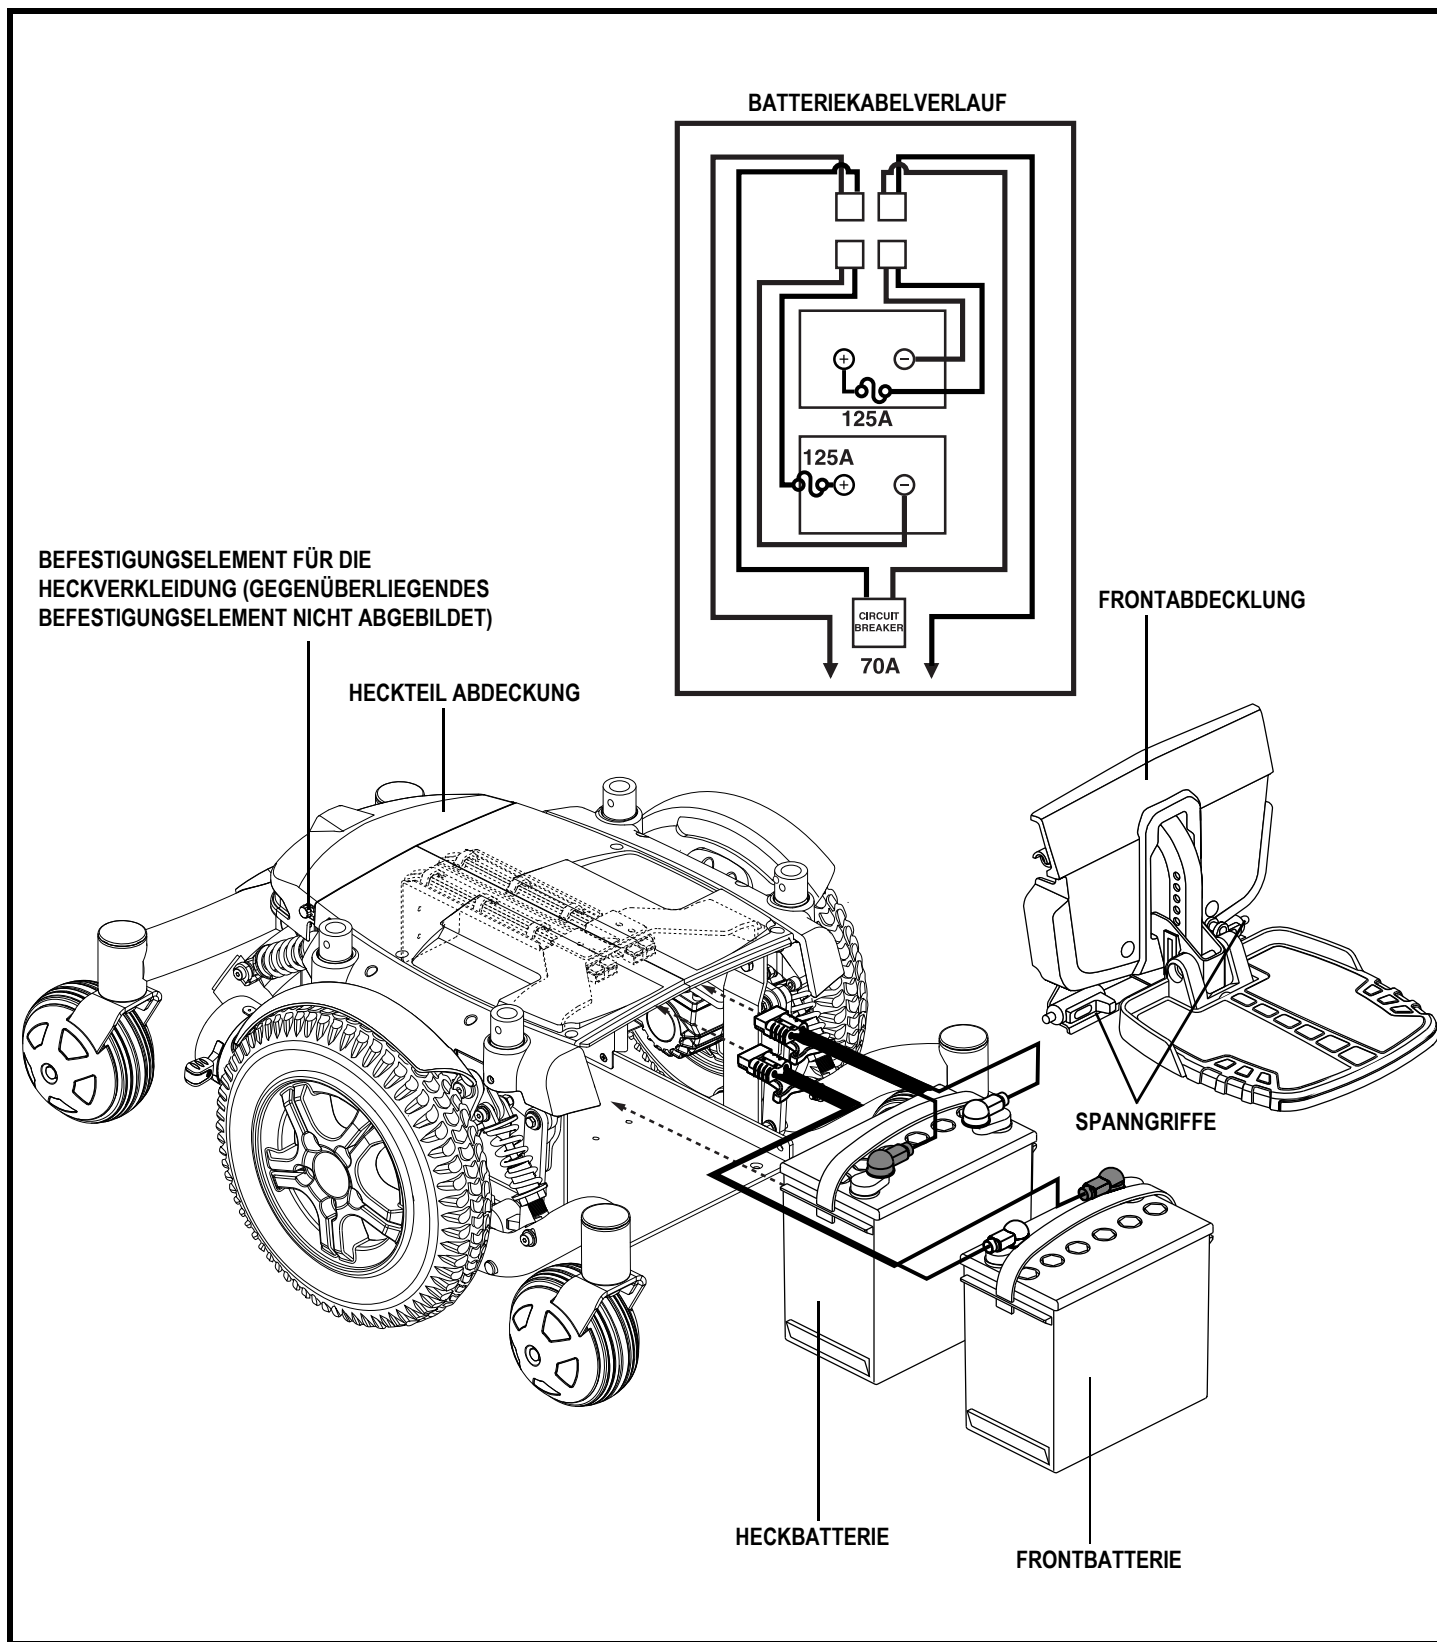

Abb. 27. Austauschen der Batterien
Ein Schaltplan der Batterieverkabelung ist auf einem Hinweisschild auf der Batterieabdeckung dargestellt. **Siehe Abbildung 27.** Die richtigen technischen Daten für die Batterie finden Sie in der Tabelle mit den technischen Daten im „Anhang I - Technische Daten“.
3. Das Fußbrett durch Zusammendrücken der Spanngriffe abnehmen (**siehe Abbildung 27**) und die Halterung des Fußbretts weg von der Antriebsbasis nach oben bewegen.
7. Das Batteriekabel gemäß Batterieanschlussplan mit der neuen Frontbatterie verbinden. **Siehe Abbildung 27.**
8. Das Batteriekabel gemäß Batterieanschlussplan mit der neuen Heckbatterie verbinden. **Siehe Abbildung 27.**